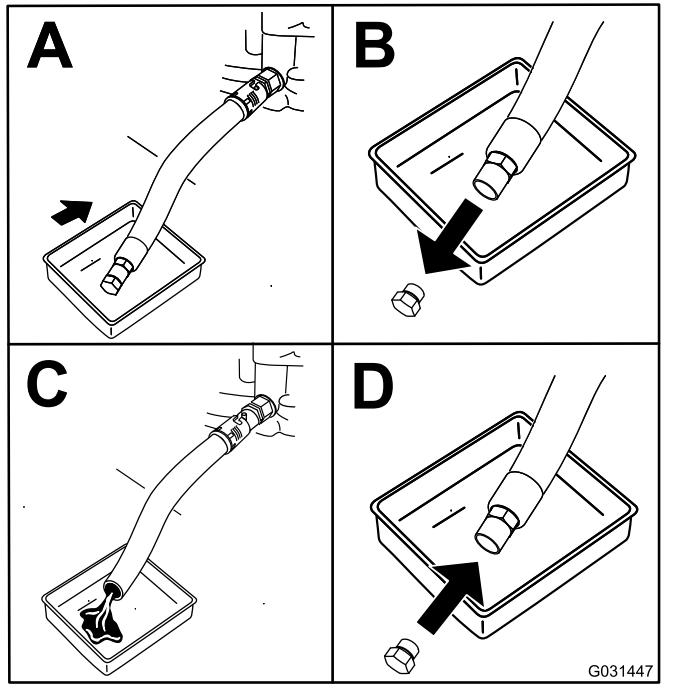

Рисунок 52
4. Замените масло в двигателе, как показано на Рисунок 52.